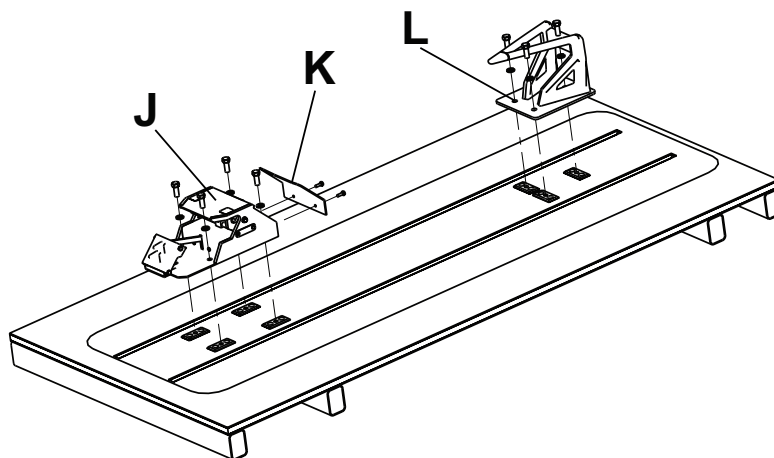

Figur 4 – Forankring af gulvplade i åbninger
4. Ved hjælp af to 3/8 tomme cylinderskruer (str. 8) (G) forankres hver af guldpladerne (H) i de forsænkede åbninger med de kontraborede huller vendende op (Figur 4).
- En bagplade (eller tilsvarende) (I) i stål (medfølger ikke) er nødvendig for øget støtte (Figur 4).